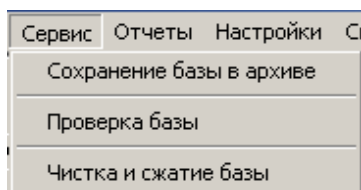

Рисунок 58
4.8.1 Сервисные функции ПО АРМ ДИ включают в себя операции по управлению правами доступа к БД, сохранение БД в архиве, проверку физической и логической целостности БД, чистку и «сжатие» БД, рисунок 58:
4.8.3 Проверка физической и логической целостности БД осуществляется следующим образом. В сервисах (рисунок 58) войти в пункт меню «Проверка базы». На экран будет выведено окно, представленное на рисунке 61: